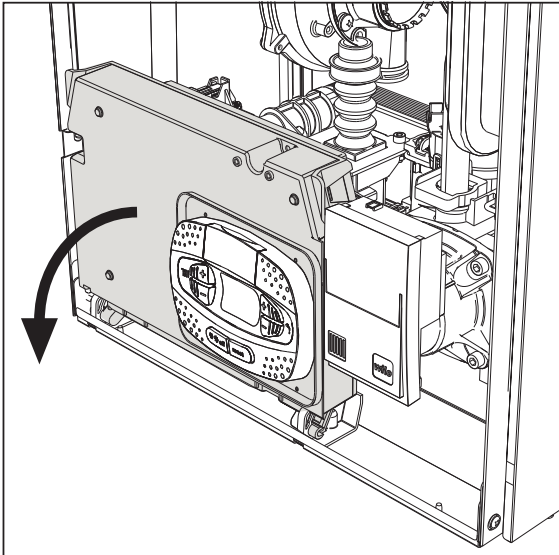
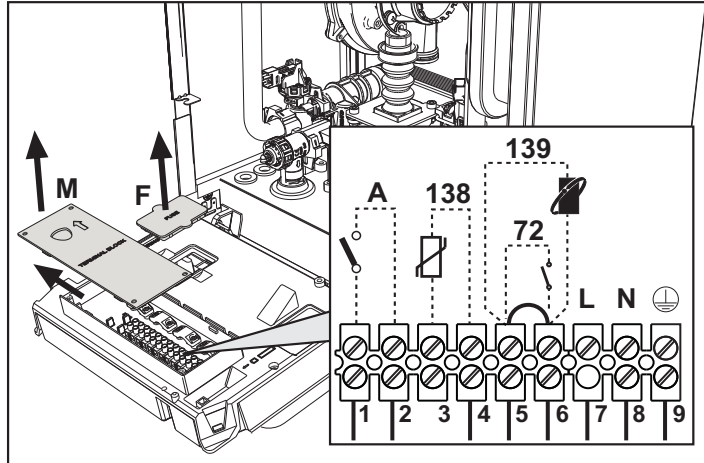

fig. 19
fig. 20
După ce ați scos panoul frontal ( \*\*\* 'Deschiderea panoului frontal' on page 135 \*\*\* ) veți putea avea acces la panoul de borne (M) și la siguranța (F) urmând indicațiile descrise în continuare (fig. 19 și fig. 20). **Bornele indicate în fig. 20 trebuie să aibă contactele curate (nu 230 V).** Dispunerea bornelor pentru diferitele conexiuni este indicată și în diagrama electrică din fig. 62.